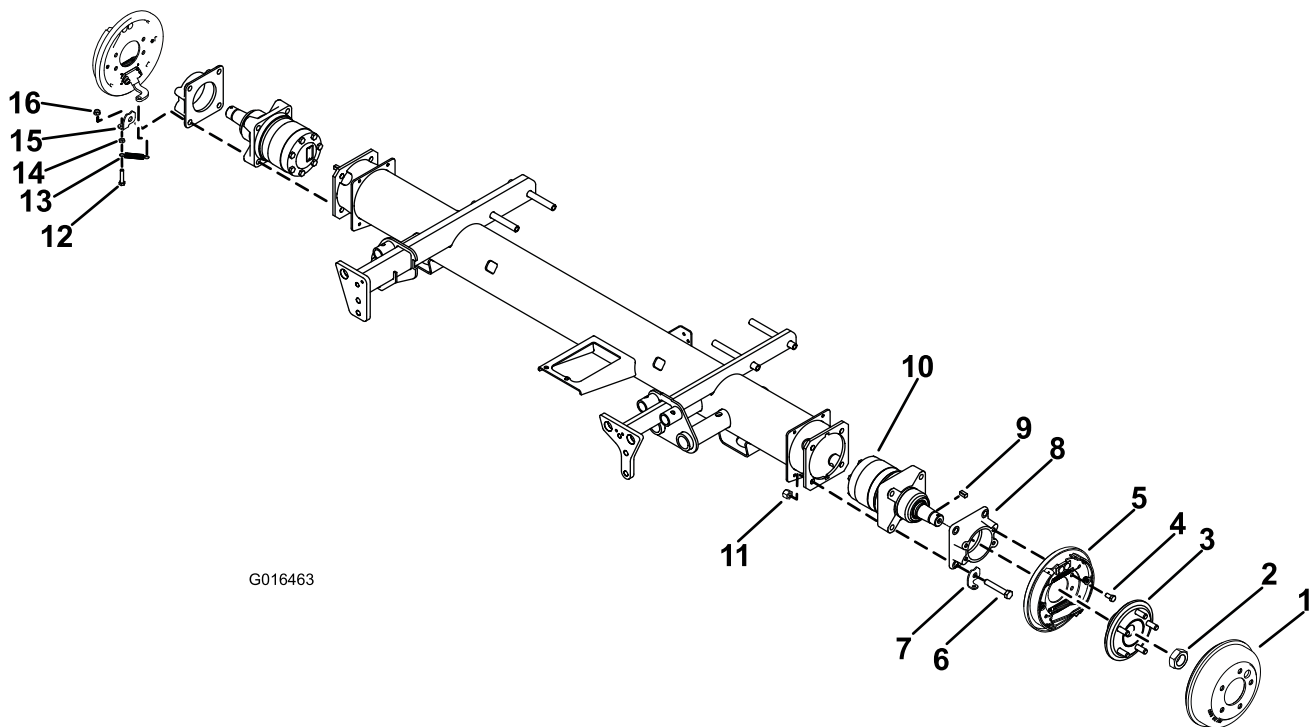

Bild 1
Entfernen der alten Komponenten (Bild 1)
Installieren der neuen Komponenten (Bild 1)
4. Setzen Sie die vier Sicherungsmuttern (1/2") auf die Kopfschrauben und ziehen sie an, um den Motor, den Bremsadapter und den Federclip am Rahmen zu befestigen. Ziehen Sie die Schrauben mit 91 bis 113 N-m an. Stellen Sie sicher, dass der Federclip so ausgerichtet ist, wie in Bild 1 dargestellt.